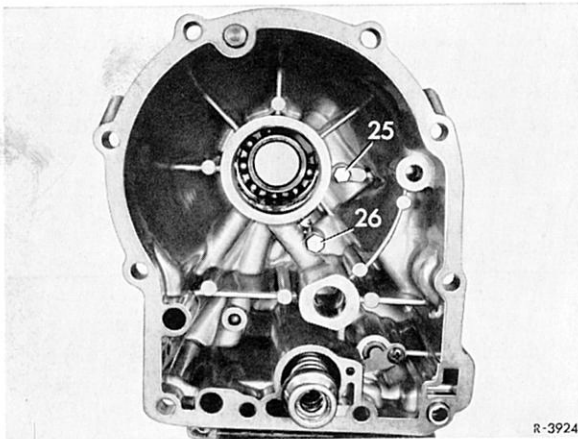

Bild 27-10/1
- 2 Klemmschraube für Tachometerantrieb (25) herausdrehen (Bild 27-10/1).